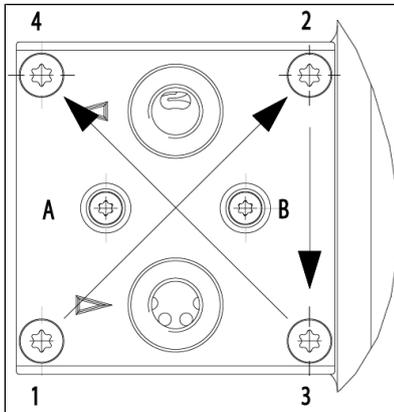

Abb.9 Kopfschrauben anziehen
2. Schrauben Sie die Schrauben (5) mit Tellerfeder ein und ziehen Sie diese entsprechend der Reihenfolge 1-2-3-4 (siehe Abb. 9) über Kreuz mit 1 Nm leicht an.
4. Ziehen Sie die Schrauben (5) mit Tellerfeder entsprechend der Reihenfolge 1-2-3-4 (siehe Abb. 9) über Kreuz fest. Anziehdrehmoment: 2,1Nm.